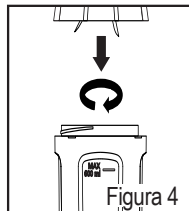

Figura 4
6. Instale la parte inferior enroscable con la cuchilla y el anillo sellador en el vaso (Figura 4). Gire hacia la derecha para apretar.